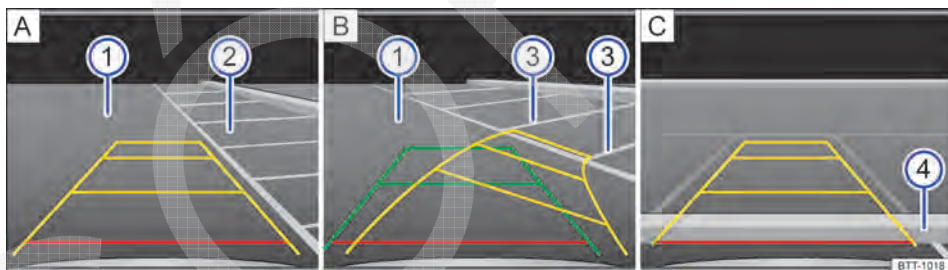

Fig. 186 Exibição do display do rádio ou do sistema de navegação: entrar na vaga de estacionamento com a câmera de marcha à ré, modo 1.
Legenda para a representação esquemática Fig. 186:
2.	Posicionar o veículo na frente da vaga de estacionamento ② ⇒ Fig. 186 A.
4.	Conduzir lentamente para trás e manobrar de modo que as guias amarelas sejam guiadas ao longo das linhas de limitação lateral ③ da vaga de estacionamento selecionada B. Observar a seguinte mensagem: Controlar a trajetória do veículo! ⇒ ⚠ em Introdução ao tema na página 253!
5.	Alinhar o veículo na vaga de estacionamento selecionada de modo que as guias verdes e amarelas fiquem em cima das linhas de limitação lateral ③ da vaga de estacionamento selecionada.
6.	Parar o veículo o mais tardar ao atingir a guia vermelha de limitação traseira, por exemplo, meio-fio ④ C.